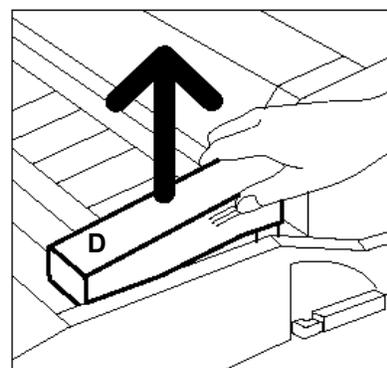

Figura 36: Sustitución del cartucho de aceite del fusor usado (D)
- 6** Extraiga el cartucho de aceite del fusor del módulo, tal y como ilustra la Figura 36. Manténgalo en esta posición hasta que el exceso de aceite del cartucho se vierta en el depósito de aceite del fusor. Coloque una hoja de papel bajo la boca de la botella para recoger las posibles salpicaduras al extraer el cartucho de la máquina.